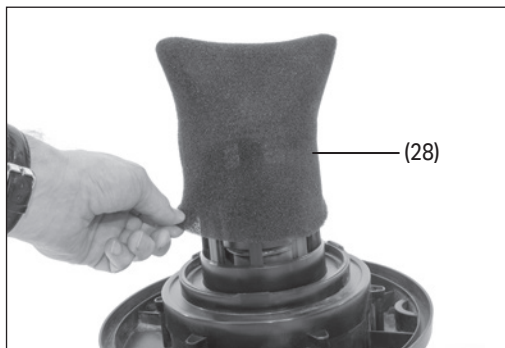
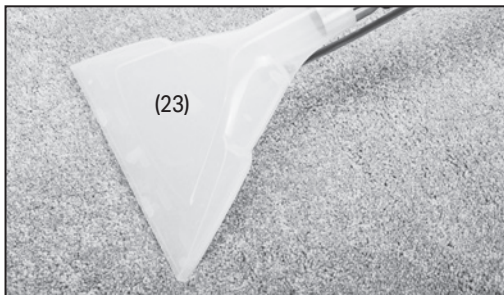

Fig. 13
Fig. 15
9.2 Wet Vacuuming (Fig. 13 – Fig. 15)